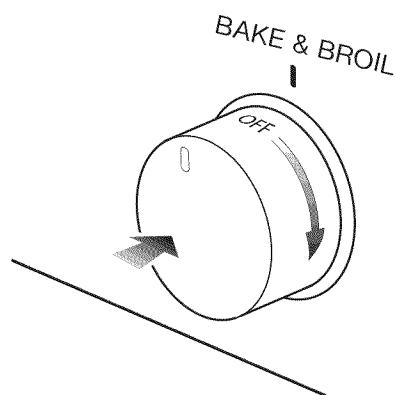

Fig. 3.4
2. Appuyez complètement sur le bouton de commande du four (les électrodes d'allumage commencent à faire des étincelles), et tournez-le dans le sens horaire (fig. 3.4) jusqu'à la position "BROIL" (gril).